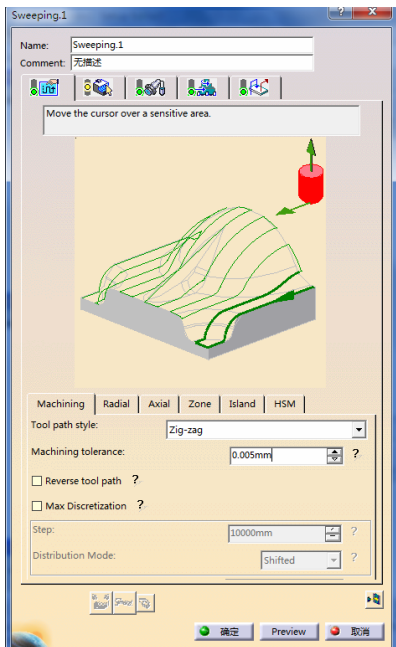

图 3-247 “Machining”选项卡（15）
- 在“Machining”选项卡（15）的“Machine tolerance”文本框中输入“0.005mm”，如图 3-247 所示。